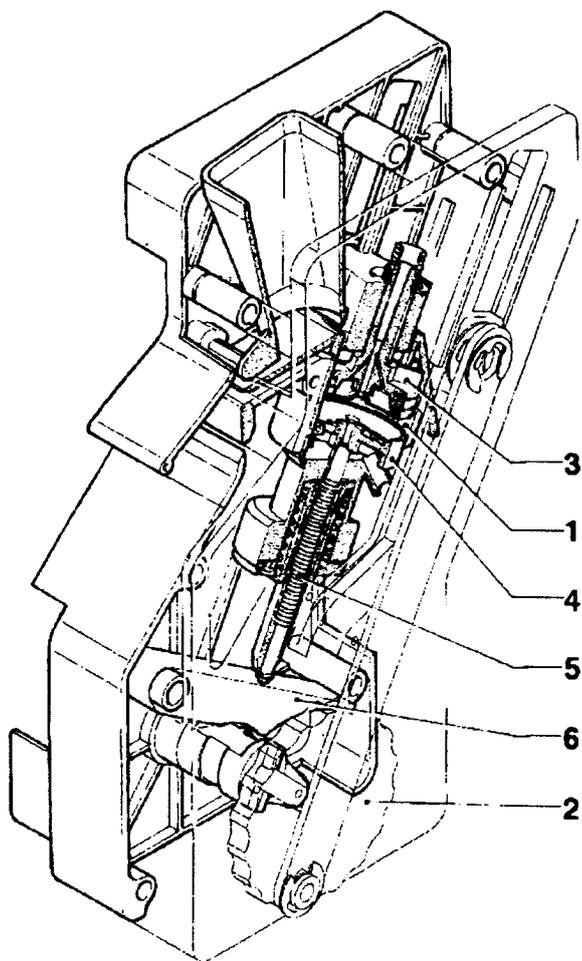

Рис. 13
Ручка устройства раздачи, зацепив диск (2), расположенный вне модуля, поворачивается на 180°, заставляя отсек заварки повернуться, а верхний поршень (3) опуститься (см. Рис. 13).